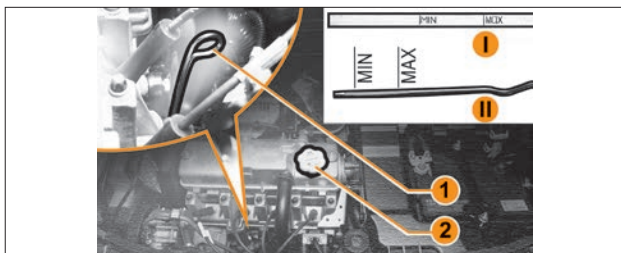

Рис. 6.3.1. Масляный щуп двигателя
3. Извлеките и вытрите мерный масляный щуп 1 (рис. 6.3.1) чистой ветошью. Вариант I – 8-клапанный двигатель, вариант II – 16-клапанный двигатель.